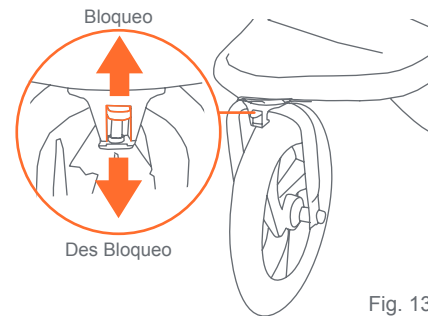

Fig. 13
13) • La rueda delantera están equipadas con un mecanismo de bloqueo de giro. Empuje la palanca rueda hacia arriba para enganchar el pestillo y empuje hacia abajo para desenganchar el mecanismo de bloqueo (Fig. 13).